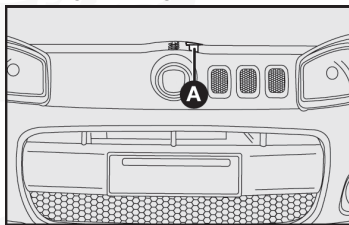

fig. 72
- 2) Mueva hacia arriba el seguro A-fig. 72;